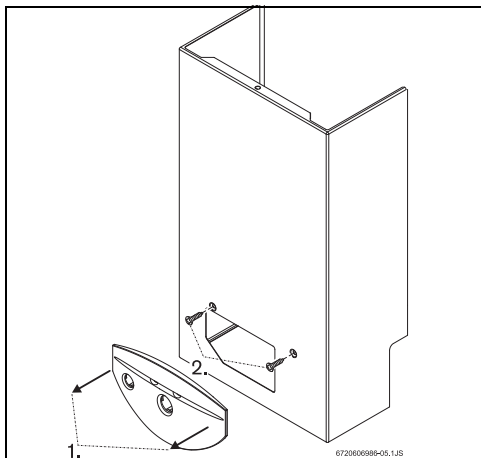

Fig. 15 Retirar a frente
- ▶ Retirar o espelho do aparelho, para tal basta puxar ligeiramente na sua direcção (Fig. 15, [1]).
- ▶ Desapertar os dois parafusos (Fig. 15, [2]).
- ▶ Retirar a frente do aparelho (ver Fig. 15).
- ▶ Pressionar simultaneamente as patilhas (A) e puxar a caixa de comando.